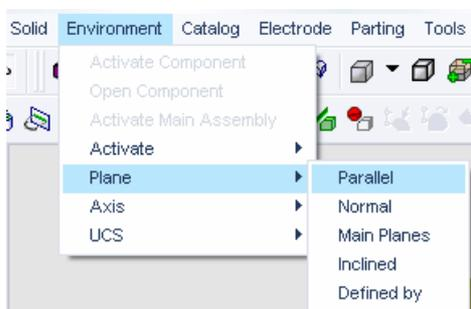
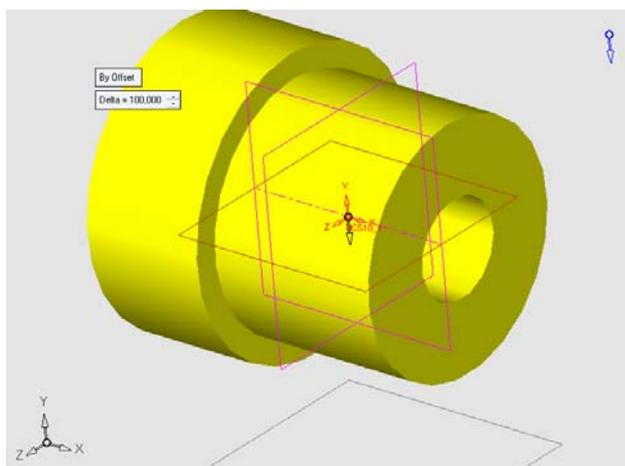

Рисунок 6 - Выбор построения параллельной плоскости
Рисунок 7 - Макет вспомогательной плоскости
5. Построение шпоночного паз с помощью вспомогательной плоскости. Для этого выбираем пункт меню Environment > Plane > Parallel (рисунок 6). Выделяем курсором и щелкаем ЛКМ плоскость XZ, параллельно которой хотим построить вспомогательную плоскость. При этом на экране появляется макет вспомогательной плоскости (рисунок 7) и предлагается способ построения By Offset (указанием расстояния).